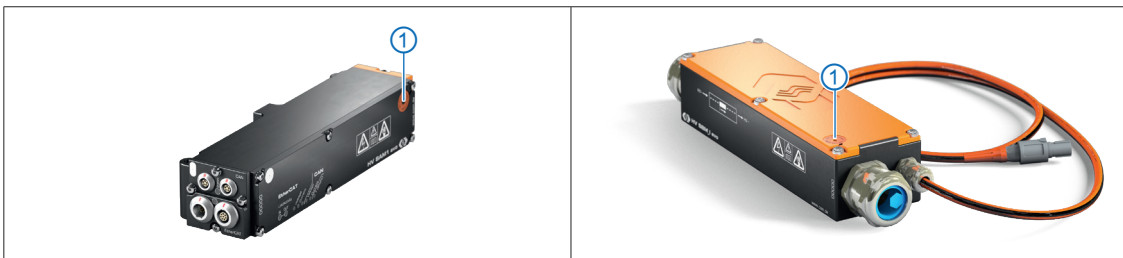

Abb. 4-1: Ventilationsöffnungen: HV SAM1 evo (links), HV SBM(L) evo (rechts)
Die Module eines HV BM-Split evo Messsystems sind mit einer GORE™-Membran ausgestattet (Abb. 4-1). Diese werden für die Regulierung von Druck und Feuchtigkeit benötigt. Um die Atmungsfunktion der Membranen zu gewährleisten, dürfen die Ventilationsöffnungen im Deckel des Gehäuses (Abb. 4-1, ①) niemals verschlossen/abgedeckt werden oder dauerhaft von Wasser oder anderen Flüssigkeiten bedeckt sein. Es besteht dann die Gefahr, dass sich im Gehäuseinneren Kondensat ansammelt und das Messmodul dadurch beschädigt wird.